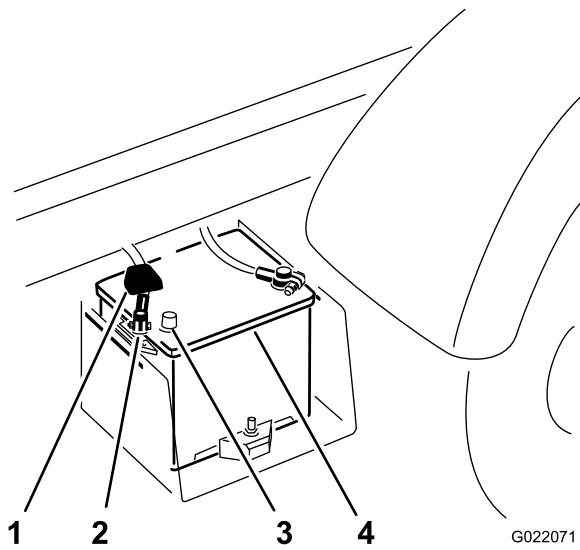

Bild 4
- C. Ziehen Sie die Anschlussklemme des Batteriepluskabels vom Batteriepol ab (**Bild 4**).